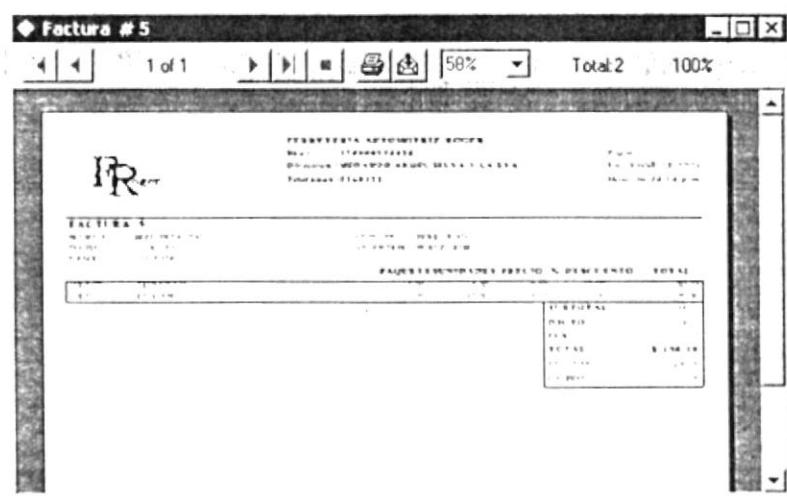

Figura 9.28 Reporte de Factura.
- Si escoge el botón se imprimirá la Factura de la figura 9.28